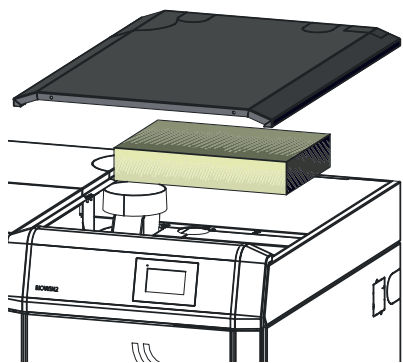

Fig. 146 Applicare l'isolamento e il coperchio del rivestimento
- Applicare l'isolamento sul coperchio delle superfici riscaldanti e il coperchio del rivestimento – Fig. 146